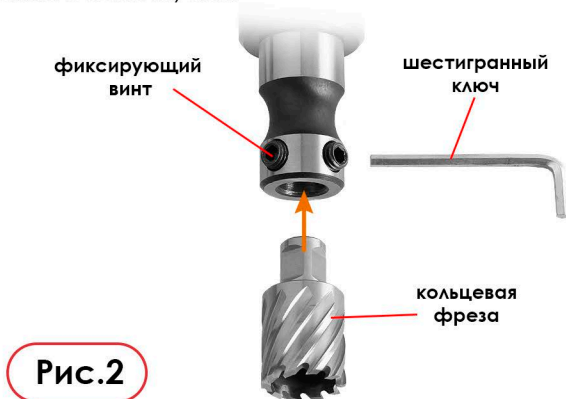

Рис.2
1. Установите штифт-выталкиватель в кольцевую фрезу, затем установите хвостовик кольцевой фрезы в шпиндель таким образом что бы ее плоские грани совпадали с фиксирующими болтами. Затяните фиксирующие болты (Рис. 2).